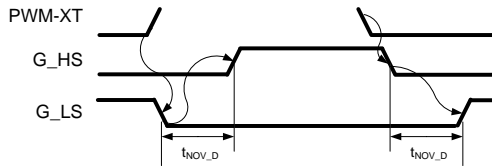

図21：ローカルモードの動作
- PWM-XTは1つの入力信号 (PWM-XT) から生成され、CMT-PLA3SA12550Aのゲートドライバボードの各相で適切なノンオーバーラップのタイミングをループ的に管理します (図21参照)。